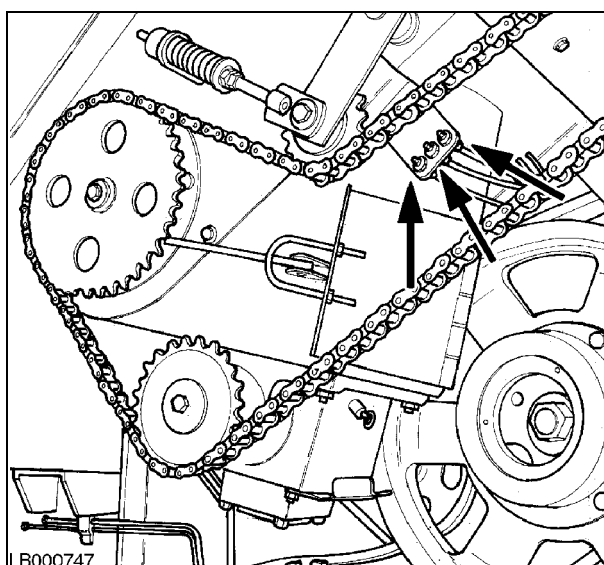

Рис. 49
**41. Круглая гайка разгрузочного шнека - Рис. 49**